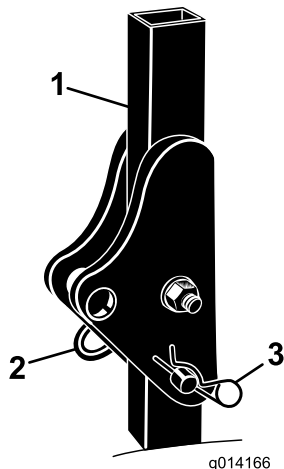

Bild 5
1. Nehmen Sie die Splints und die Stifte vom Überrollbügel ab (Bild 5).
2. Richten Sie den Überrollbügel ganz auf und setzen zwei Stifte ein. Befestigen Sie die Stifte mit den Splints (Bild 5).